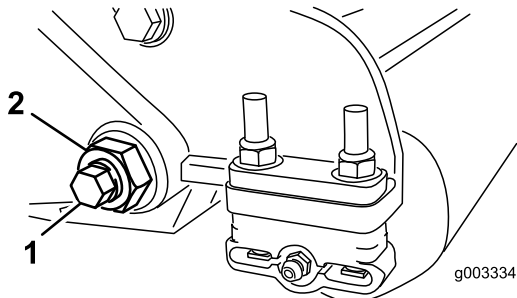

図 27
3. ベッドバー・ボルト 図 27を固定しているロックナット機体両側をゆるめる。
4. 各ベッドバーボルトを抜いて、ベッドバーを下に引き抜いて外せるようにする 図 27。